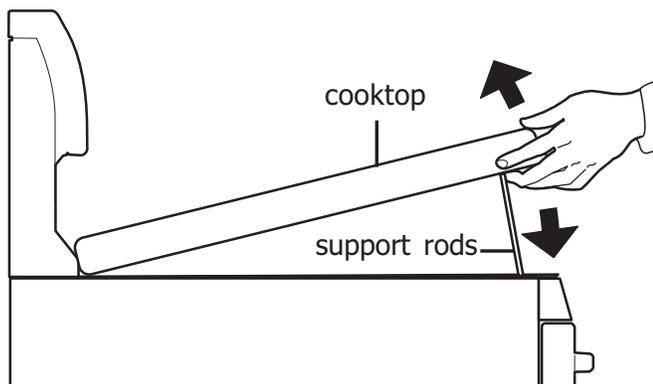

Figura 5: Elevación de la cubierta de cocción
1. Sujete los costados y levante la cubierta desde la parte delantera (consulte la Figura 5). Las varillas de levantamiento sostendrán la cubierta en la posición elevada. Levante la cubierta lo suficiente como para permitir que las varillas de soporte encajen en su lugar.